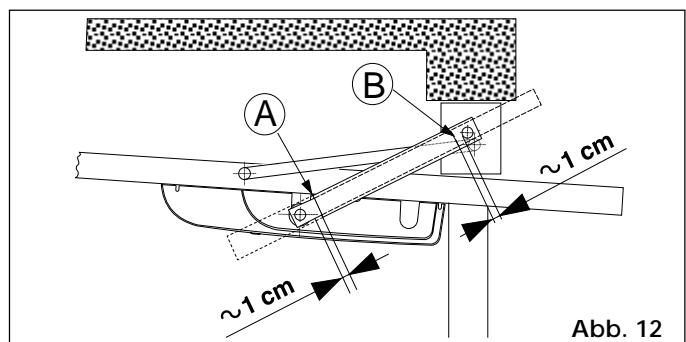

Abb. 12
• Gerader Arm (Abb. 12)
Positionierung des Teleskoparms gemäß Abb. 12 simulieren. Mantel in Pos. A und Arm in Pos. B abschneiden.